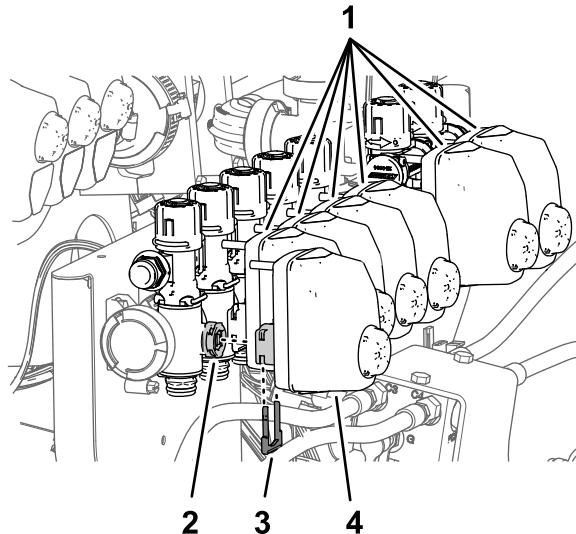

Figura 97
2. Rimuovete gli attuatori delle valvole dalle valvole degli ugelli da 1 a 7 (Figura 97).
1. Rimuovete i fermi che fissano gli attuatori delle valvole per le valvole degli ugelli da 1 a 7 (Figura 97).
10. Montate gli attuatori delle valvole sulle valvole degli ugelli da 1 a 7 (Figura 97) con i fermi che avete rimosso al passaggio 1.